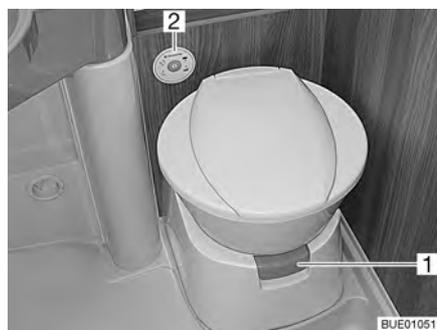
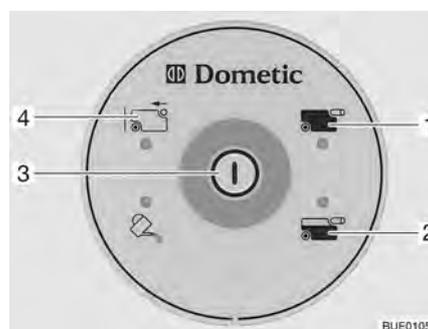

Fig. 243 Cuvette des toilettes avec unité de contrôle et de commande
Fig. 244 Unité de contrôle et de commande toilettes
Faire couler un peu d'eau dans la cuvette des toilettes avant de s'en servir. Appuyer pour ce faire sur le bouton de la chasse d'eau (Fig. 244,3) sur l'unité de contrôle et de commande (Fig. 243,2).
- Avant d'actionner la chasse d'eau, ouvrir le curseur des toilettes. Tirer pour cela sur le levier du curseur (Fig. 243,1).
- Pour actionner la chasse d'eau, appuyer sur le bouton (Fig. 244,3).
Le voyant de contrôle (Fig. 244,2) s'allume lorsque le réservoir pour matières fécales est au 3/4 plein.
Le voyant de contrôle (Fig. 244,1) s'allume lorsque le réservoir pour matières fécales doit être vidé.
- Enfoncer le levier du curseur (Fig. 243,1). Le curseur se ferme. Pour la vidange il **faudrait** que le curseur des toilettes soit fermé.
- Faire légèrement basculer le réservoir pour matières fécales puis l'enlever complètement. Sur l'unité de contrôle et de commande est allumé l'indicateur "Réservoir pour matières fécales retiré" (Fig. 244,4).